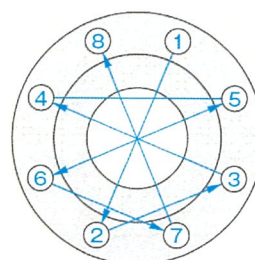

図6 対角締め手順
- ① 図6のように、対角位置にあるボルトを順番に締め付ける。
- ② 締め付けトルクは段階的に増加させ、（例えば目標締め付けトルクの10% → 20% → 60% → 100%）均等に締め付ける。
- ③ フランジ面間の隙間をノギスなどで対角に4箇所測定し、片締めしていないか確認する。